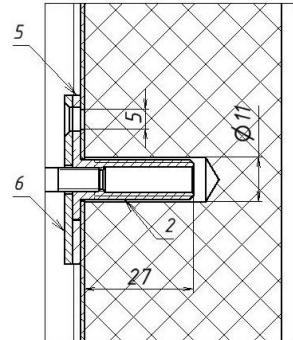

Рисунок 3
При монтаже якоря без сверления полотна двери насеквоздь применяют фиксатор (5) и упор (6) (рисунок 3).